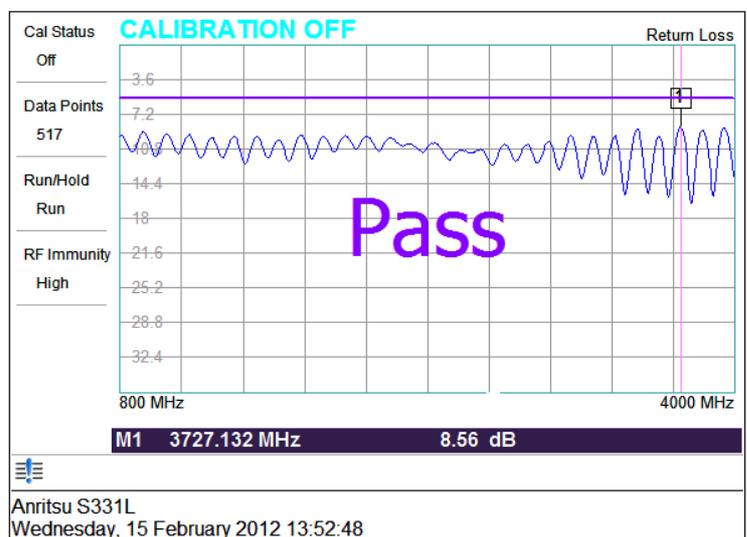

Рисунок 8-8. Настройки параметров снимка
На рис. 8-8 демонстрируется одно и то же измерение, во время которого выполнялось сохранение изображения на экране с различными настройками.
<p>Display/Audio</p> <p>Brightness</p> <p>Color Schemes</p> <p>ScrnShot Settings</p> <p>Volume</p> <hr/> <p>Enter</p>	<p>Brightness: Регулировка яркости экрана для получения оптимальной видимости при различных условиях освещения. Для установки уровня яркости в диапазоне от 10% до 100% используйте сенсорный экран, клавиши «вверх/вниз» или поворотную кнопку. Для сохранения настроек нажмите Enter. Нажатие ESC позволяет отказаться от сделанных изменений.</p> <p>Color Schemes: Выбор цветовой схемы: стандартная (Standard), дневная (Daytime), ночная (Nighttime). Дневная схема использует повышенную контрастность и рекомендуется к использованию вне помещения при ярком солнце или иных сложных условиях.</p> <p>Ночная схема представляет собой схему с темным фоном и выводом информации в красном цвете и рекомендуется к использованию в темное время суток.</p> <p>ScrnShot Settings: Изменение настроек захвата изображения на экране с помощью клавиши ScrnShot (4), соответствующей иконки или настроек сохранения файла с полученным изображением (.png). Подробнее см. на рис. 8-8 на стр. 8-8.</p> <p>Параметр Capture Image Size определяет размер захватываемого изображения и может быть установлен на режим Graph Only (захват только графика) или Full Screen (экран целиком, включая отображаемые клавиши меню).</p> <p>Параметр Background color позволяет установить цвет фона: Inverted – без фона (удобно для вывода на печать) или Standard – с привычным черным фоном.</p> <p>Параметр Image header/footer используется для установки места отображения информации о модели, названии и дате.</p> <p>Volume: Настройка уровня громкости. Текущая настройка уровня громкости отображается на экране. Для изменения используйте сенсорный экран, клавиши «вверх/вниз» или поворотную кнопку. Принятие внесенных изменений осуществляется нажатием клавиши Enter.</p> <p>Enter: Нажатие данной клавиши позволяет применить изменения, выполненные в остальных подменю Display/Audio</p>